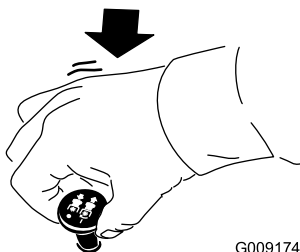

Figura 19
1. Decuplai lamele mutând comutatorul de control al lamei în poziia OPRIT (Figura 19).